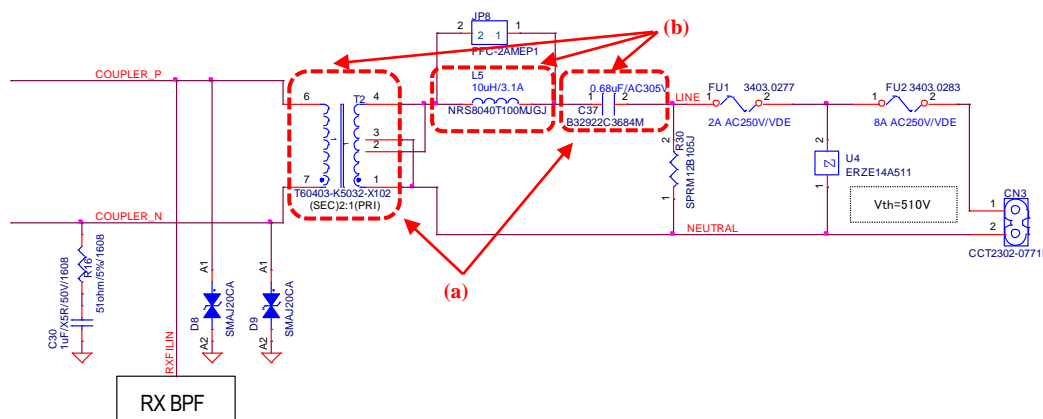

Figure 3-17 CENELEC-A 帯の EN50065-7 対応インピーダンス対策例
- 3kHz-9kHz における RX インピーダンスは、C37 と T2(主インダクタンス)の共振により、EN50065-7 対応インピーダンス規格が未達となる場合があります。その共振によるピークを 3kHz-9kHz の外側に移動させるため、Figure 3-17 の(a)の部分の T2 の T60403-5032-X102 の 2:1 使用時の主インダクタンスに対して  $C37=0.68\mu\text{F}$  と設定することを推奨します。
- 95kHz-148.5kHz における TX インピーダンスは、Figure 3-17 の(b)の部分の C37 と(L5+T2 漏洩インダクタンス)の共振周波数により、EN50065-7 対応インピーダンス規格が未達となる場合があります。L5 +T2 漏洩インダクタンスと C37 の共振周波数が、CENELEC-A 帯の帯域内に入るように設定してください。C37=0.68 $\mu\text{F}$  の場合、L5=10 $\mu\text{H}$  を挿入することを推奨します。